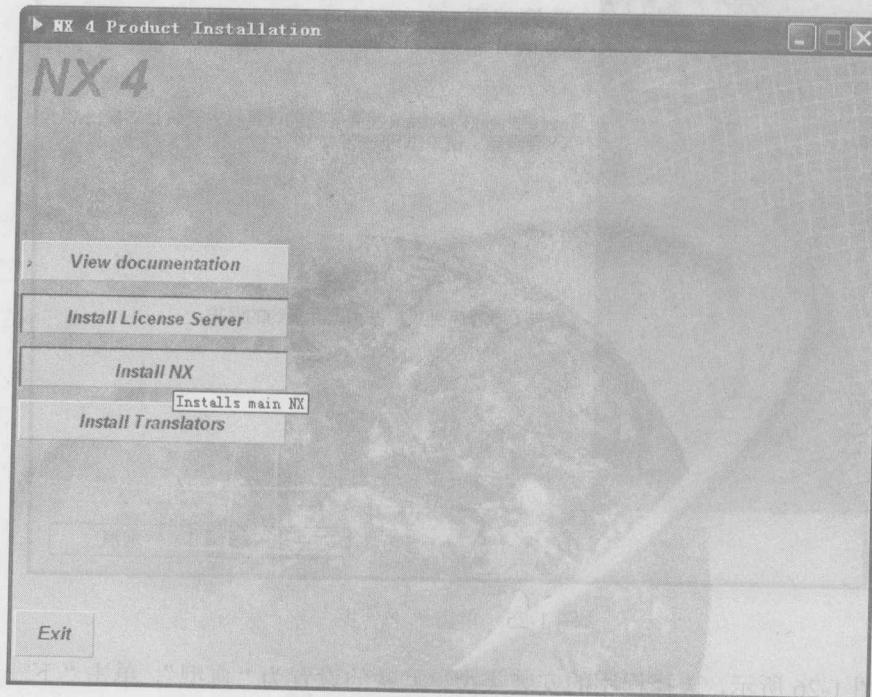

图 1-22 安装 NX
- (1) 在“NX4 Product Installation”的对话框里，单击“Install NX”按钮，如图 1-22 所示。